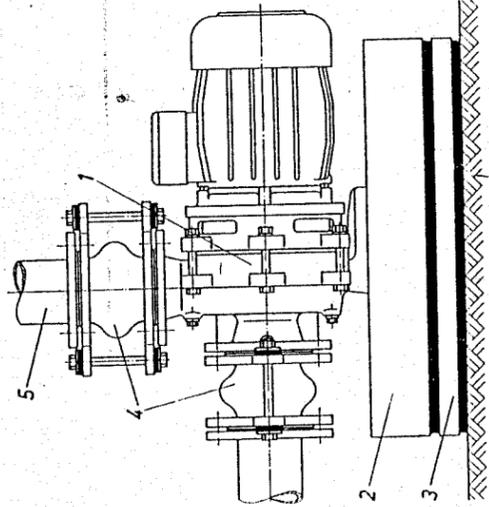

Bild 2
Um Körperschallübertragung durch Fußboden und Wände zu mindern, kann das Fundament durch eine Korkplatte vom Fußboden isoliert werden (Bild 2). Entscheidend ist dabei, daß die Fundamentplatte (3) allseitig lose auf der Korkplatte ruht und keine feste Verbindung mit dem Boden oder den Wänden hat.